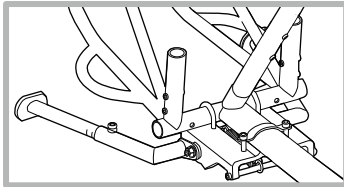

Figure 3
2. Immobilisez le vélo ou le cadre en position verticale. Retirez tout chargement et tout accessoire adjacent afin de faciliter l'accès à la zone d'installation. Placez la béquille sous le vélo et assemblez la visserie de fixation sans la serrer. Les étriers en U, les écrous de blocage M6 et l'étrier de flèche sont identifiés comme les éléments 4, 5 et 6 de la page 1 (figure 3).